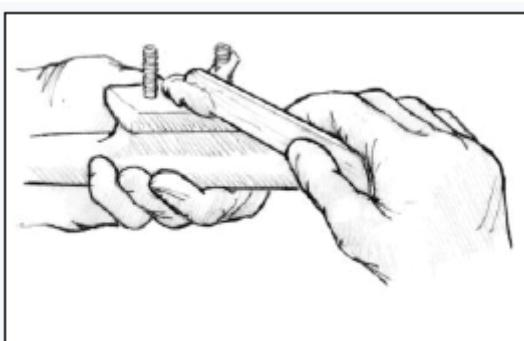

Рис.17. Покройте обратную сторону оборудования и резьбу болта загущённой эпоксидной смолой
4. Введите смесь загущённой эпоксидной смолы с наполнителем 404 или 406 в отверстие. Используйте достаточное количество смеси, чтобы не оставалось незаполненных участков после того, как болт будет введён. Покройте обратную сторону оборудования и резьбу болта загущённой эпоксидной смолой (*Рисунок 17*).